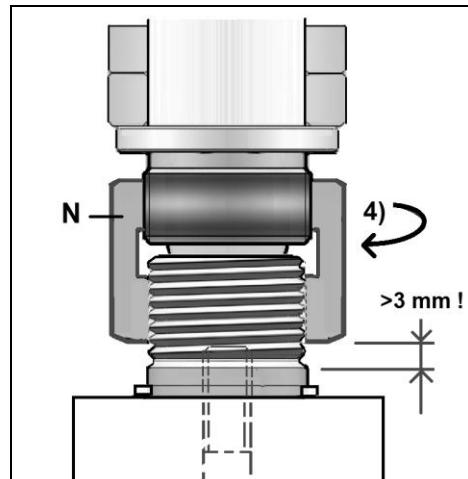

**Fig 12**
3) Die Dehnschraube (D, Fig 12&13) von unten in die Spindel einsetzen und mit dem gelieferten Gabelschlüssel festziehen.
Die Dehnschraube (D, Fig 12&13) ist zuerst zu entfernen.